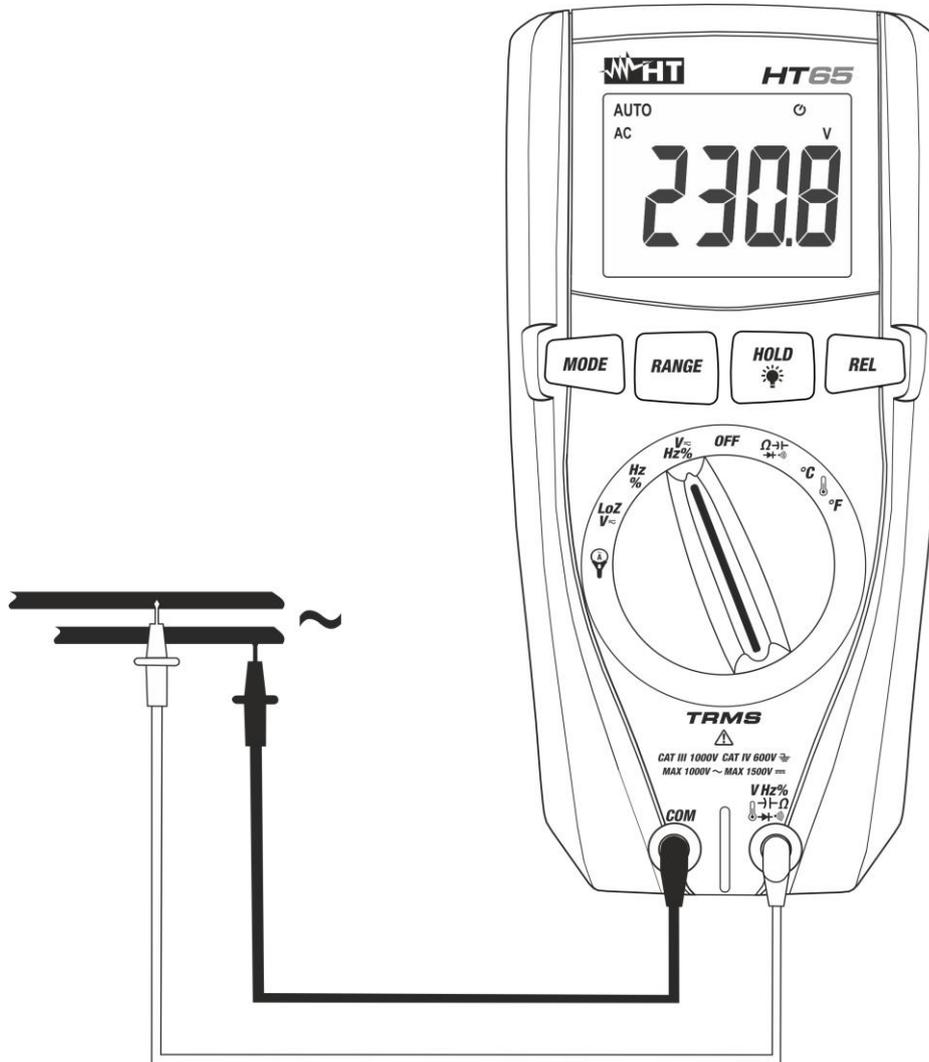

Abb. 3: Verwendung des Gerätes für AC Spannungsmessung
3. Verbinden Sie die rote Messleitung und die schwarze Messleitung mit den gewünschten Messpunkten des zu messenden Kreises (siehe Abb. 3). Der Spannungswert erscheint auf dem Display.